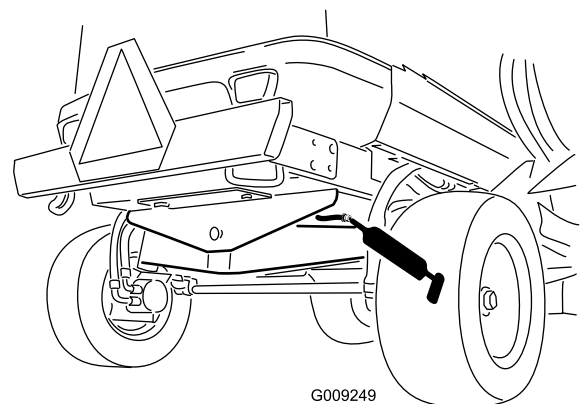

Bild 52
- Hinterachse-Drehbüchsen (1) (Bild 52)